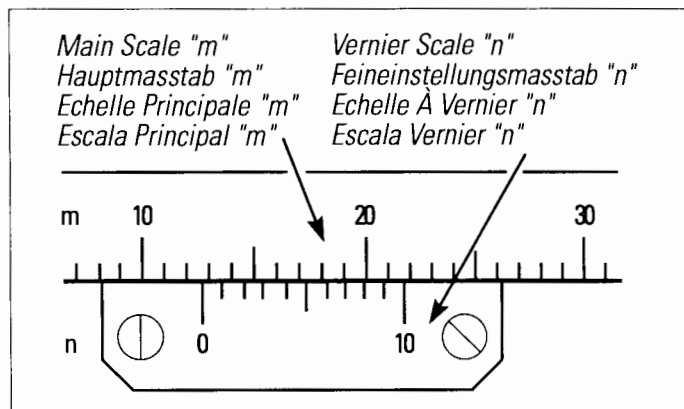

Figure 1 / Abb. 1 / Figure 1 / Figura 1
**NOTE:** Figure 1 shows "n" positioned between 12mm and 13mm. The nearest point where "m" and "n" are aligned is used to determine the added millimeter division.
In this representation, Figure 1 shows 20 of m is aligned with 8 of n, or 0.8mm. Therefore, the reading is 12mm of m plus 0.8mm of n, or 12.8mm. This reading is the sum of the m indication, plus the reading at the closest aligned point.
**HINWEIS:** Abbildung 1 zeigt "n" zwischen 12mm und 13mm. Der nächste Punkt, bei dem "m" und "n" ausgerichtet sind, wird verwendet, um die hinzugefügte Millimeter-Teilung zu bestimmen.
Abbildung 1 zeigt, daß in dieser Darstellung 20 von m auf 8 von n oder 0,8 mm ausgerichtet ist. Daher ist die Ablesung 12mm von m plus 0,8mm von n oder 12,8mm. Die Ablesung ist die Summe der m-Anzeige plus die Ablesung des nächsten ausgerichteten Punktes.